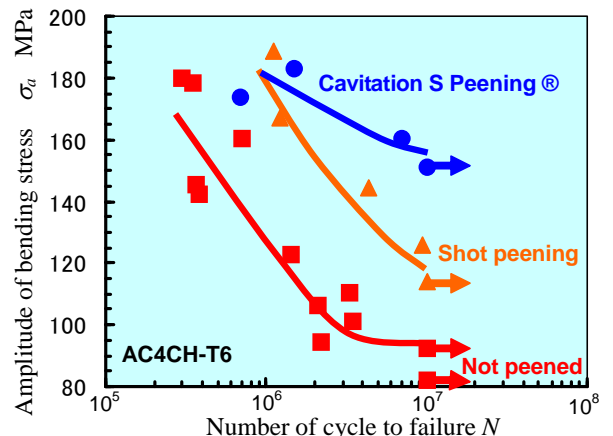

図12 疲労強度向上
- (2) ショットよりも疲労強度を向上できる(図12参照)。
- (3) アルミニウムなどを処理した後に化学洗浄をする必要がない。
- (4) ショットの粉塵による粉塵爆発の危険性がない。
- (5) ショットを用いないのでゴミが出ない。
- (6) ショットを分けたり回収する必要がない。
- (7) 硬い材料も加工できる。
- (8) 管の内部や狭い部分なども処理できる。
- (9) 加工時に熱を発生しない。
- (10) 水のみで処理できる。
- (11) ウォータージェットよりも低圧のポンプで処理できる。
- (12) ウォータージェットよりも加工範囲が広い。